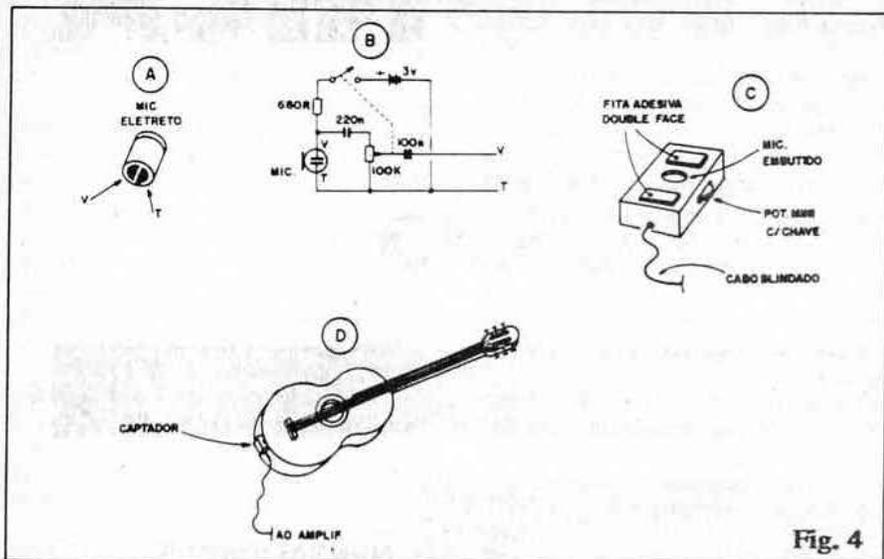

Fig. 4
- **FIG. 4 - CAPTADOR COM ELETTRETO, PARA VIOLÕES** - Um violão acústico comum pode ser facil-
- **FIG. 4-A** - O microfone de eletreto. Trata-se de um componente transdutor muito eficiente, sensível e - principalmente - **pequeno**. O importante é identificar-se previamente seus terminais "vivo" (V) e "terra" (T), claramente mostrados na figura.
- **FIG. 4-B** - Esquema do captador com eletreto. Além do microfone, o Leitor/Hobbysta precisará de um resistor de 680R x 1/4 watt, dois capacitores de poliéster: um de 100n e um de 220n, mais um potenciômetro tipo **mini**, com chave (do tipo usado nos radinhos portáteis...). O circuitinho necessita de alimentação, sob corrente muito baixa, sob tensão de 3 volts, que podem ser facilmente obtidos de duas pilhas pequenas, ou mini, palito, botão, etc. (quanto menores forem as pilhas, menor também as dimensões gerais e finais do captador...). Observar, no esqueminha, a identificação dos fios de saída, também com a marcação "V" (para o "vivo") e "T" (para o "terra"), cuja conexão deve ser obrigatoriamente feita com cabo blindado.
- **FIG. 4-C** - Sugestão para a caixinha captadora em seus aspectos final. No centro de uma das faces pode ficar o furo necessário à passagem do som ao microfone. Este deve ser fixado de maneira a ficar "embutido" no dito furo, bem firme. Numa das laterais da caixinha pode ficar uma fresta, dando passagem ao **knob** de atuação de potenciômetro mini. Na mesma face da caixa onde se situa o furo do microfone, devem ser aplicados dois pedaços de fita adesiva dupla-face (pode ser obtida em papelarias). Essa fita adesiva especial, como seu nome indica, "cola" dos dois lados, e seu substrato é um material plástico flexível não muito fino (em torno de 1 mm de espessura). Essas características da fita permitem um conveniente afastamento "físico" da caixa/captadora em relação à superfície de fixação (corpo de violão, conforme veremos adiante), além de gerar um certo "amortecimento" ou isolamento quanto às vibrações transmitidas diretamente, da madeira (do violão) para a caixa captadora.
- **FIG. 4-D** - Fixando o captador ao violão. O posicionamento sugerido, bem na "bundinha" do instrumento, é o mais prático e lógico, ficando o dispositivo em região que não atrapalha os movimentos naturais do músico durante a execução. Graças à fita adesiva dupla-face, a fixação se dá por simples pressão (desejando tirar o captador de lá, basta puxar, cuidadosamente, o conjunto...). O cabo blindado, dotado na sua extremidade livre de necessário plugue, é então ligado ao amplificador. Tanto a alimentação do circuitinho interno do captador, quanto o próprio dimensionamento do volume ou sensibilidade, são feitos a partir do acionamento do **knob** do potenciômetro mini incorporado. A sensibilidade geral é **muito boa** (superior à do CAPTADOR MAGNÉTICO P/GUITARRA, anteriormente descrito), devendo o operador ter certo cuidado nos ajustes de volume e tonalidade (tanto no próprio captador, quando no amplificador acoplado) para evitar a ocorrência de realimentação acústica (microfonia) que se manifesta como um apito agudo, emitido pelos alto-falantes do dito amplificador...